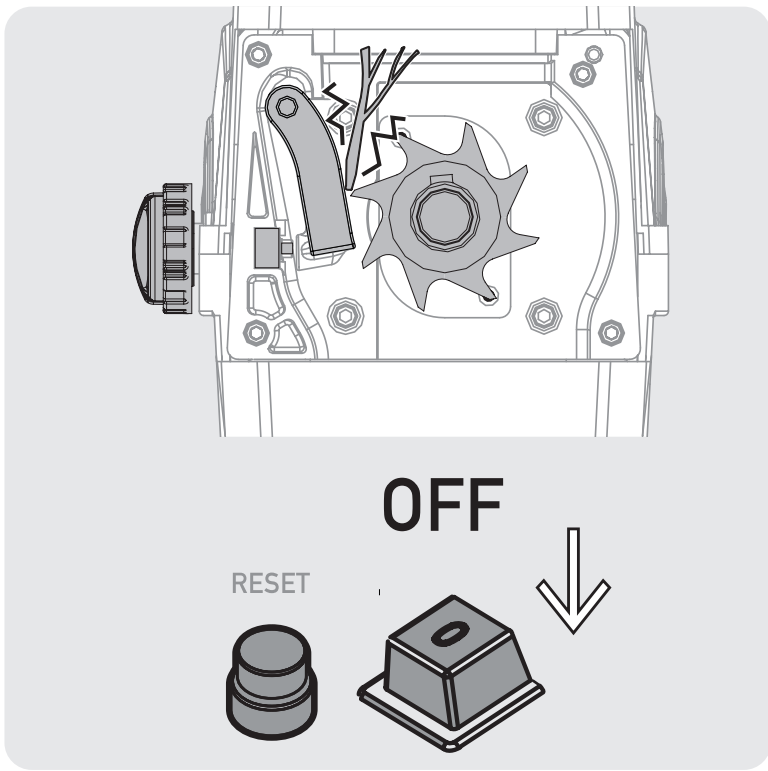

Рис. 13
- Для включения устройства через 3–5 минут нажмите кнопку сброса RESET (Рис. 13).
- Нажмите кнопку (I), чтобы перезапустить устройство.